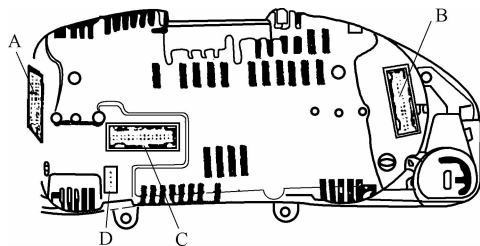

图 4-20 奥迪 A6 Highline 型组合仪表的插头连接
(2) 检查车速信号 如果确定了车速表上的车速显示有故障,应检查车速表是否接收到信号。连接 V. A. S5051 或 V. A. G1551,读取测量数据块,选择显示组号 001 并进行试车。如果 V. A. G1551 上显示车速值,但它不等于组合仪表上的车速显示,说明组合仪表损坏,必须更换。如果 V. A. G1551 显示屏上未显示车速值,应检查组合仪表上多脚插头信号。拆卸组合仪表,将 V. A. G1598 用 V. A. G1598/25 接到 32 脚蓝色插头(图 4-20),将 V. A. G1526 接到触点 28 和汽车搭铁间,靠听觉来检查导线是否导通,在汽车被前后推动时(约 1m),检测仪上的振鸣信号应多次接通和断开。如检查不正常,须检查连接车速传感器的导线。按电路图检查导线连接,如导线正常,应更换车速传感器。